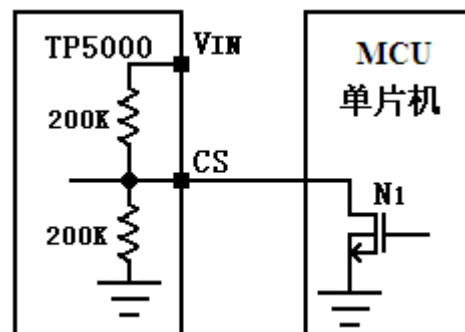

图 5 受外部控制的磷酸铁锂电池充电状态与停机状态的切换
3.6V 磷酸铁锂电池充电状态与停机状态的切换。如图 5 所示，如果 NMOS 管栅极输入低电平，N1 截止，此时 **CS** 端悬空，则充电截止电压为 3.6V，TP5000 为磷酸铁锂电池充电。当 NMOS 管栅极输入高电平，N1 导通，**CS** 端被下拉到 **GND**，TP5000 为停机模式。